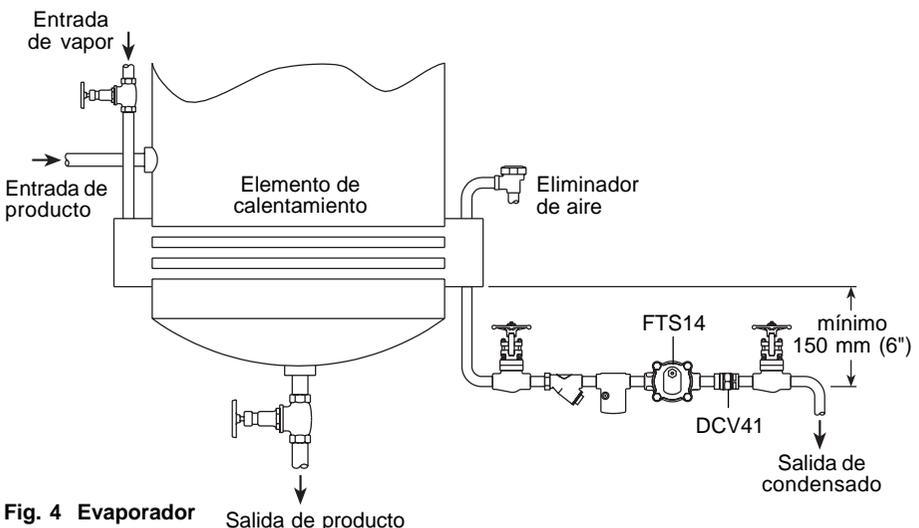

Fig. 4 Evaporador Salida de producto
- 3.7. El purgador debe montarse por debajo de la salida del sistema de vapor, precedido de un codo, de aproximadamente 150 mm (6"). Ver Fig. 4. Si no se puede colocar un codo, existe la posibilidad (en condiciones de poca carga) de que el vapor fluya por encima del condensado en el fondo de la tubería y alcance al purgador.